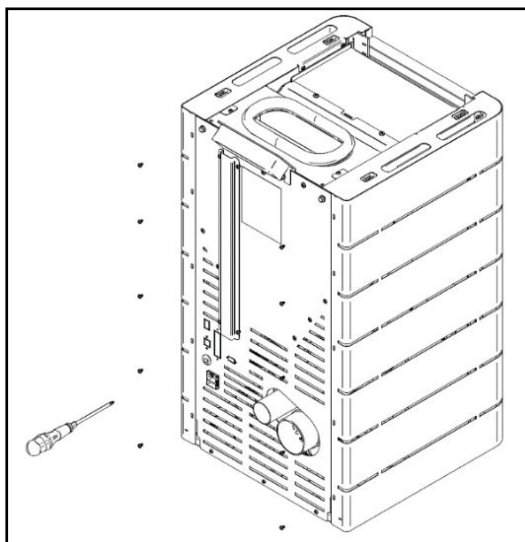

Figure 23 - Fixation panneaux latéraux
e) Vissez les parties latérales à l'arrière en utilisant 10 vis du kit, comme le montre la Figure 23.